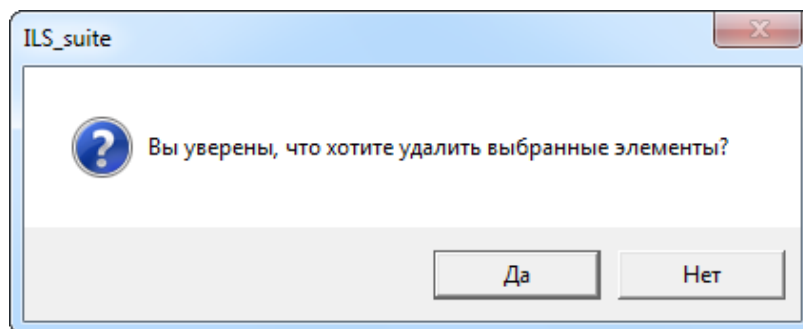

Рис. 10-103 – Диалоговое окно при удалении ресурса
4) Нажать кнопку «Удалить» панели «Правка» (рис. 10-103).